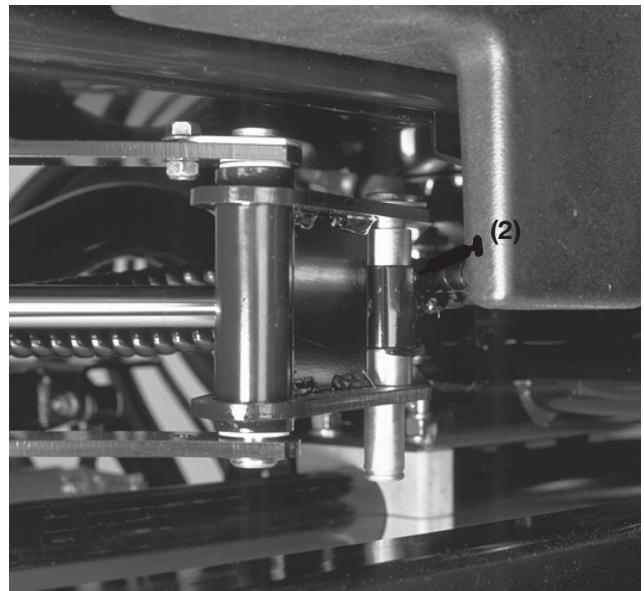

Bild 25
- SideWinder-Zylinderenden (2) (Bild 25)